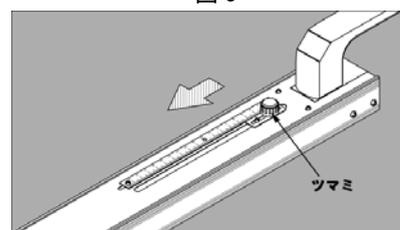
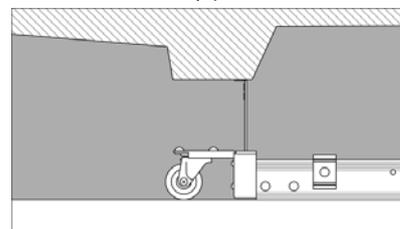

図 4
図 5
4. ツマミを前方に押しとコンベックスが上にあがっていきます。(図 4、図 5)